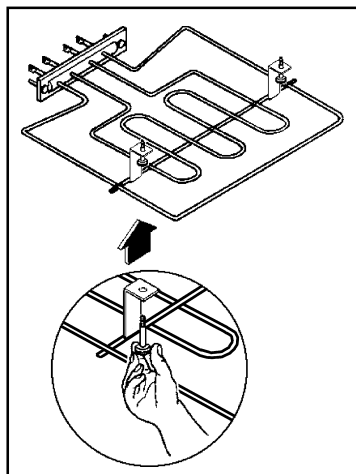

Fig. 9
- Dévissez les vis moletées (Fig.9). La première fois que vous faites cette opération, nous vous recommandons d'utiliser un tournevis.